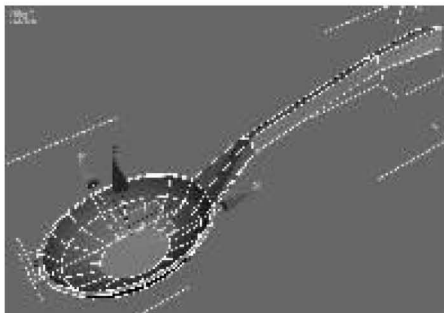

图 7-70 为模型增加厚度
(10)勺子的大体形状已经完成,但没有厚度,只是单面显示,下面需要为勺子模型增加厚度。关闭当前的“顶点”子对象模式。在勺子模型的修改器列表中添加“壳”修改器,在“参数”卷展栏中设置“外部量”为 4,得到的效果如图 7-70 所示。